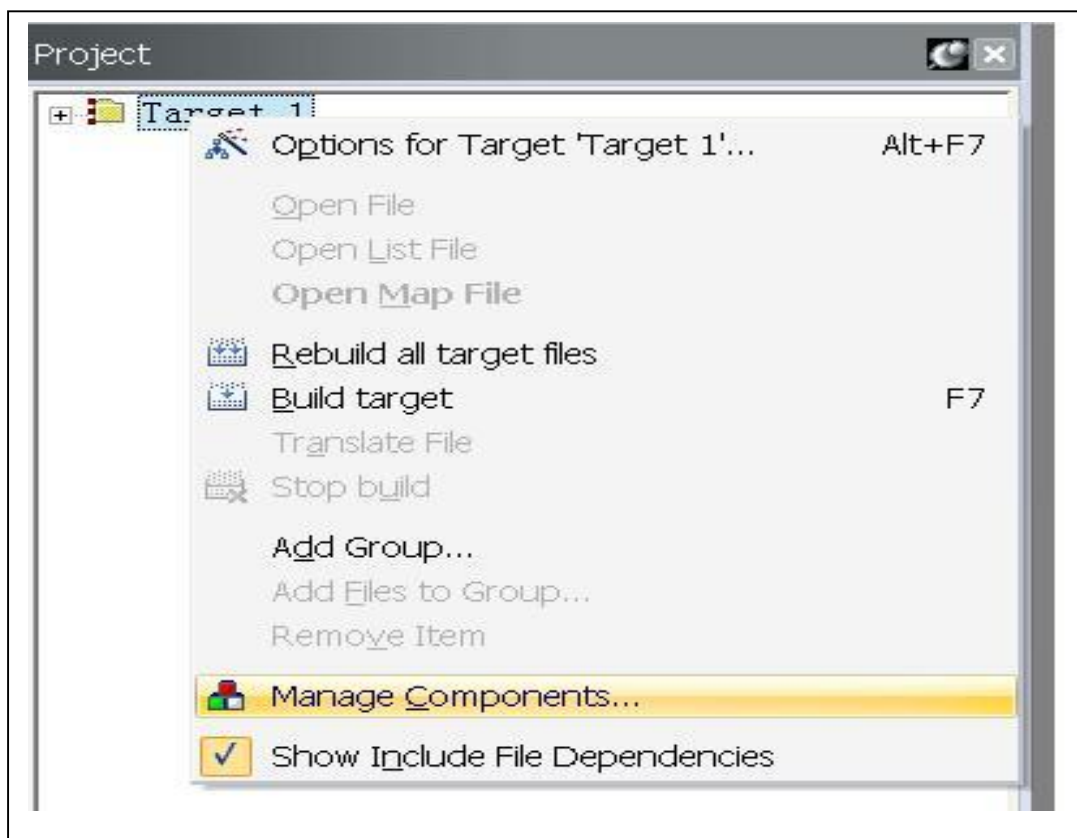
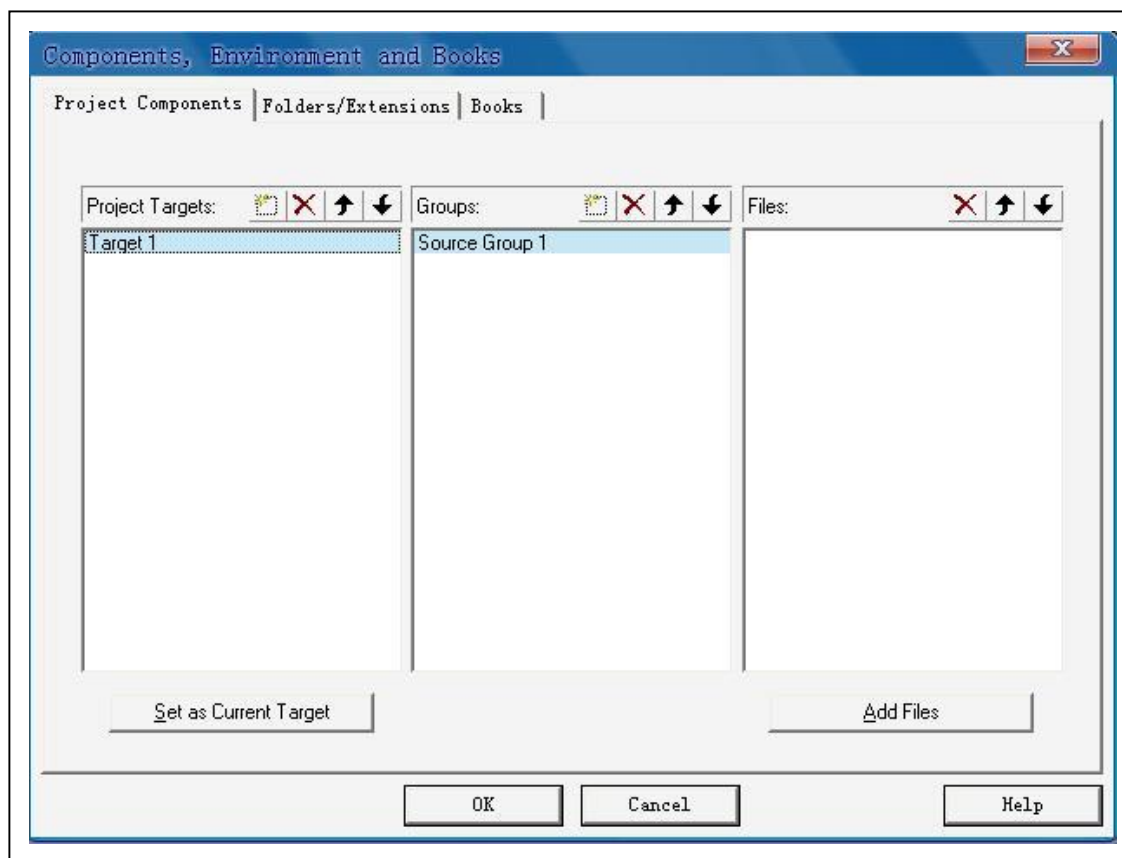

图 2
图 3
4.1 在 “Project” 窗口中用鼠标左键点击 “Target 1”，再点击右键弹出菜单选择菜单中的 “Manage Components” 子菜单（见图 2），出现 “Components, Environment and Books” 窗口（见图 3）。